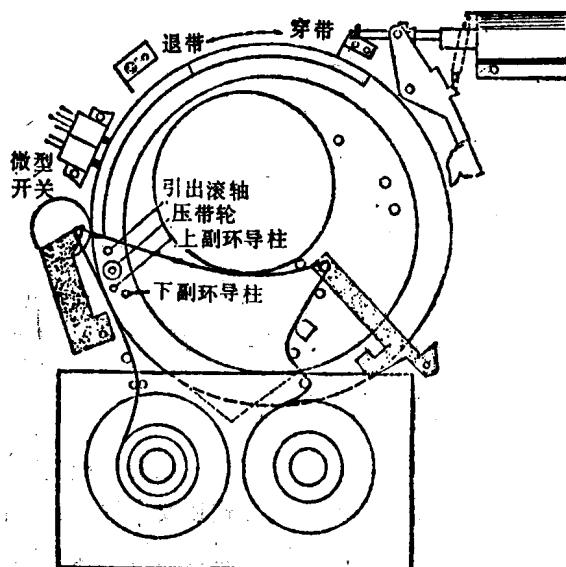

图1—10 穿带机构示意图
2. 穿带机构。图1—10为穿带机构的示意图。盒式录像机所特有的穿带机构的作用是当录像机开始进行录放工作时，能自动将磁带从带盒中引出，送入正确的走带位置上，即完成穿带过程，或称磁带的加载；当录像机在停机时，能自动将磁带从走带位置上退下来，送回到带盒，即完成退带过程，或称为磁带的卸载。有的录像机，在穿带（或停止）状态中间，还有一种中间状态，这是为检索磁带设计的，即要求穿带系统有两部动作。当开机后插进带盒，穿带机构首先把磁带引出带盒，送到走带的起始位置完成穿带第一步。然后在按下